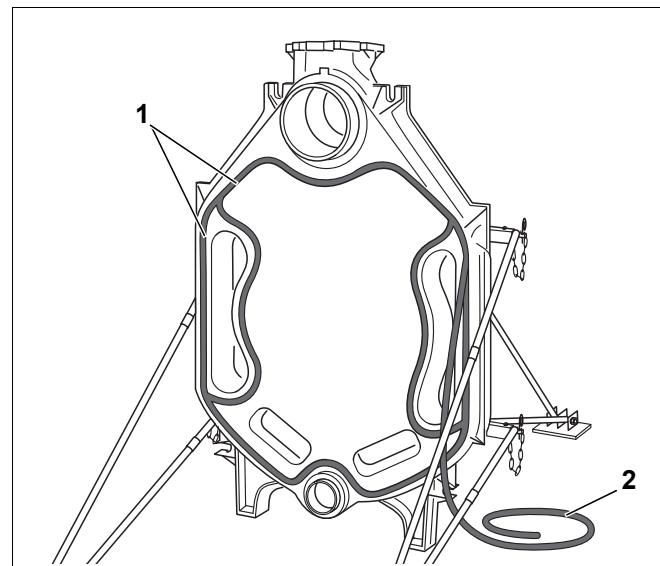

Fig. 16 Inserimento del cordone ermetizzante (cordone KM)
- ▶ Applicare il cordone ermetizzante (cordone KM: fig. 16, [2]) nella scanalatura di tenuta (fig. 16, [1]) sulla parte anteriore dell'elemento posteriore, iniziando dal settore del mozzo superiore e premendo leggermente. Sovrapporre ai giunti il cordone ermetizzante per 2 cm e premerli bene l'uno sull'altro.